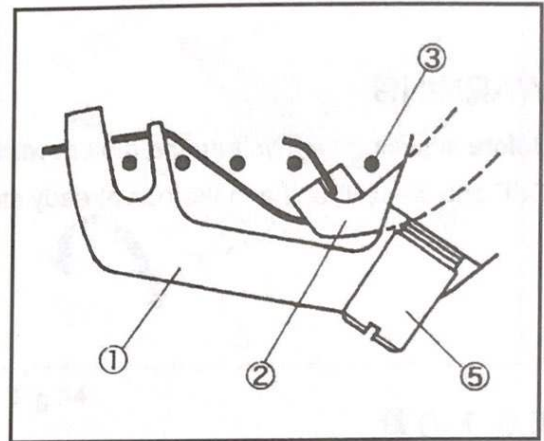

Fig.49
調整上勾針的位置形成線圈，使第一針和第二針插入線圈內，放鬆螺絲⑤調整上勾針①。(Fig.49)